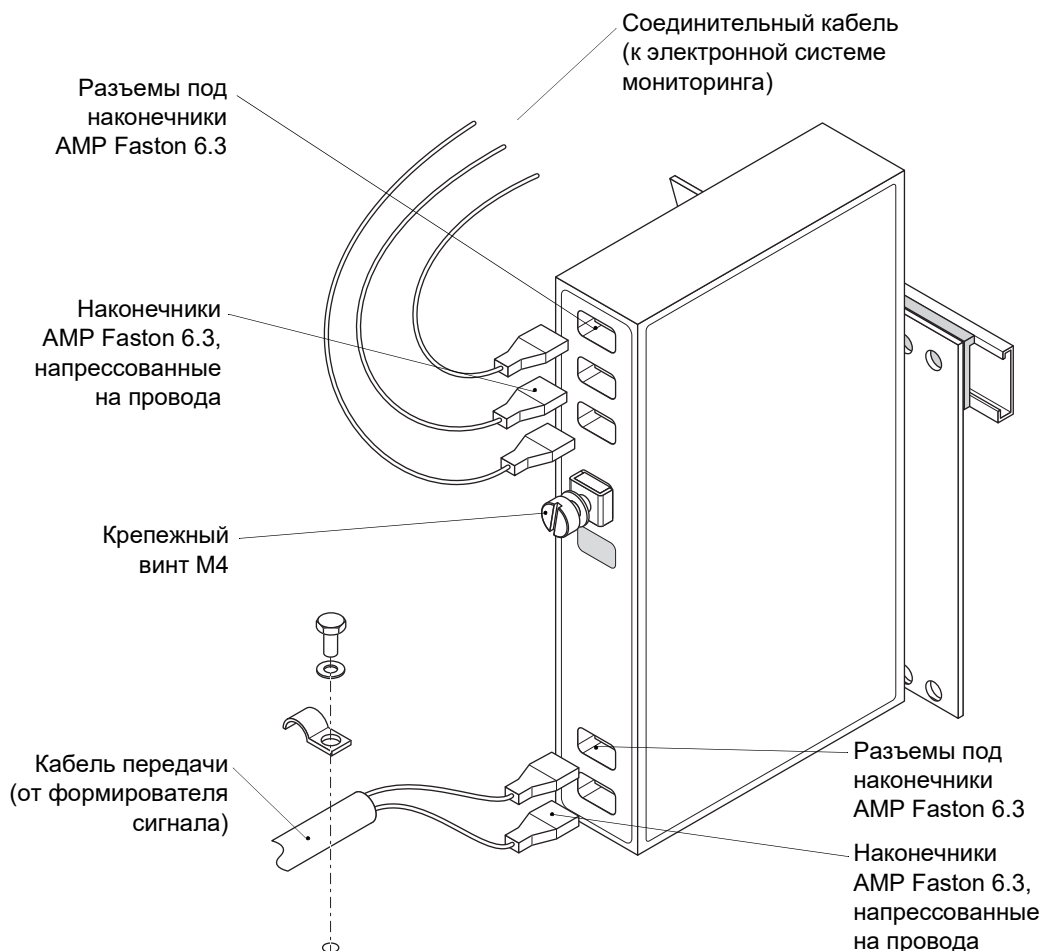
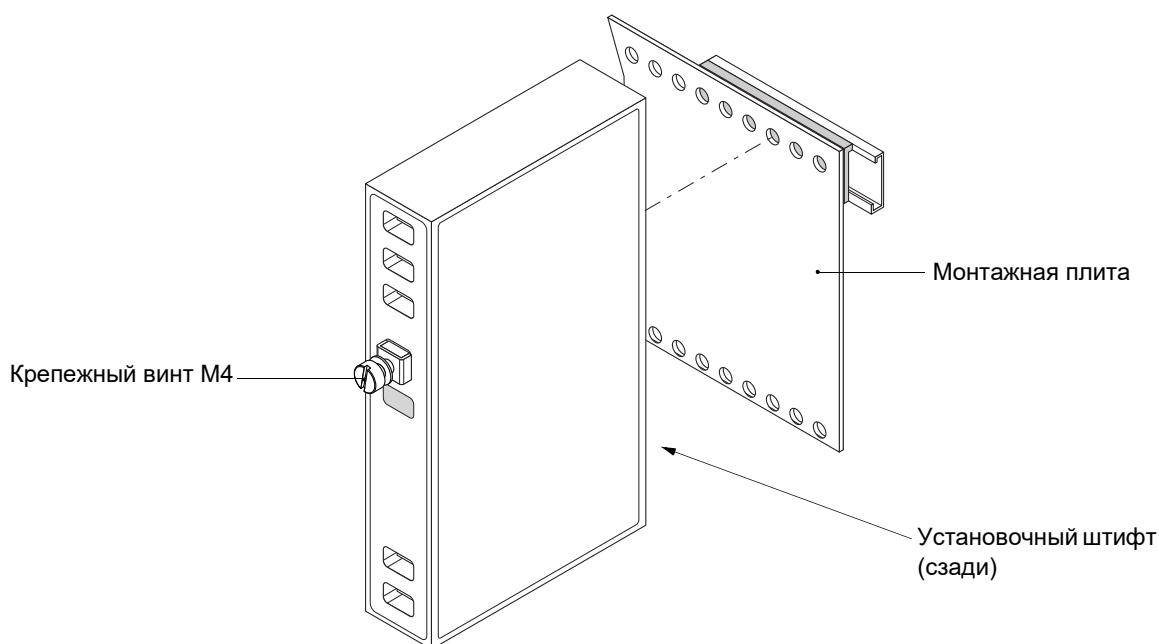

Рис. 5-4. Блок гальванической развязки GSI123
Рис. 5-5. Монтажная плата для блоков гальванической развязки GSI123
Блок гальванической развязки GSI123 обычно устанавливается в корпусе промышленного исполнения, стойке или шкафу. Этот блок обычно устанавливается на специальной монтажной плите с помощью установочного штифта и крепежного винта (см. Рисунок 5-5). Кабель передачи от схемы на стороне датчика и соединительный кабель к схеме на стороне мониторинга подключаются к блоку GSI123 с помощью кабельных наконечников AMP Faston 6.3 (см. Рисунок 5-4), напрессованных на провода.
- 2- Идентифицируйте все подключенные к блоку GSI123 провода кабеля передачи со стороны датчика и соединительного кабеля в направлении стороны мониторинга. Обратитесь к Рисунок 5-4 и запишите в Табл. 5-2 номер и/или цвет каждого провода.
- 5- Отпускайте крепежный винт M4, пока блок GSI123 не будет демонтирован, и снимите монтажную плату с DIN-рейки (см. Рисунок 5-5).